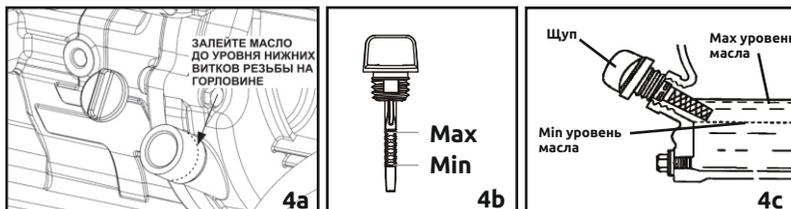

Рисунок 4 - Уровень масла
- Постепенно заливайте масло в отверстие, периодически проверяя его уровень. Уровень масла будет достаточным, когда он дойдет до резьбы на горловине картера (рис.4).